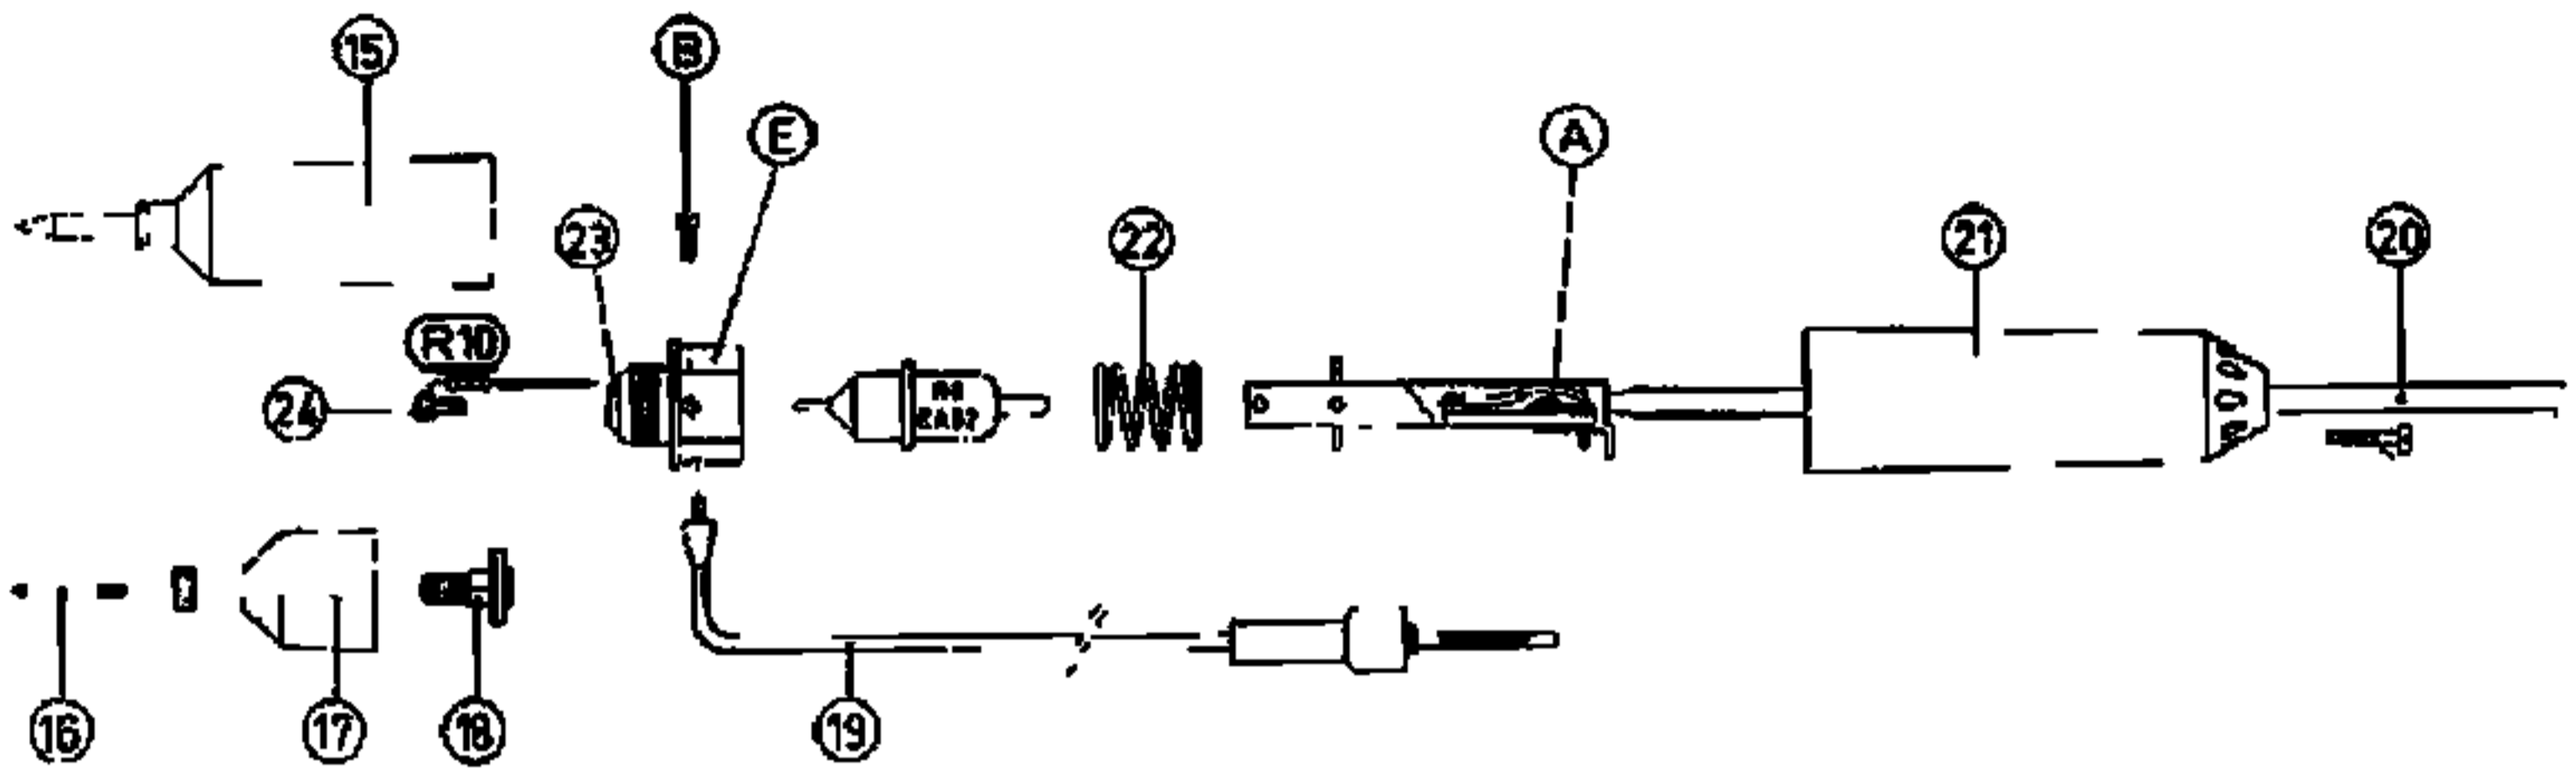

Fig. 21 Demontage wisselspanningsmeetkop
E. Onderdelen in de wisselspanningsmeetkop (fig. 21)